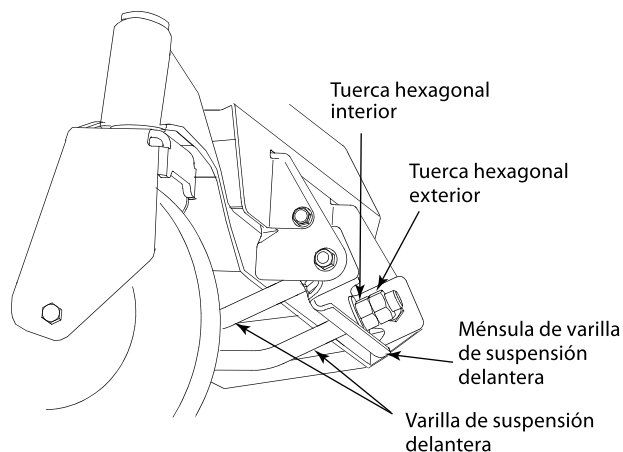

Figura 6-7
- Ubicado delante del tractor, afloje las tuercas exteriores hexagonales de la varilla de suspensión delantera de la plataforma y gírelas separándolas de las tuercas interiores. Vea la Figura 6-7.
- Si la parte delantera de la plataforma estuviese demasiado baja, gire las tuercas hexagonales interiores en el sentido de las agujas del reloj contra la ménsula de suspensión para acortar la varilla de suspensión delantera y levantar el frente de la plataforma. Vea la Figura 6-7.